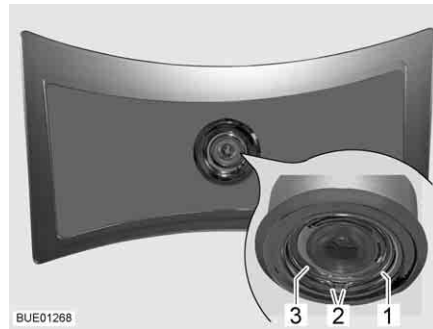

Fig. 200 Lampada a soffitto
- Premere la rondella (Fig. 200,1) sulle sue due estremità (Fig. 200,2) e rimuoverla.
- Estrarre l'involucro (Fig. 200,3) con LED dalla lampada.